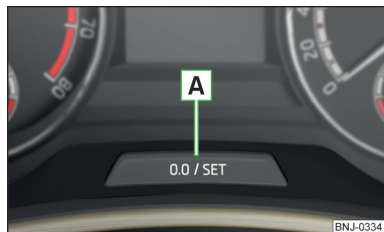

Fig. 42
- Tenere premuto il tasto **A** » fig. 42 sino a quando sul display sarà visualizzata la voce di menu **Service**.